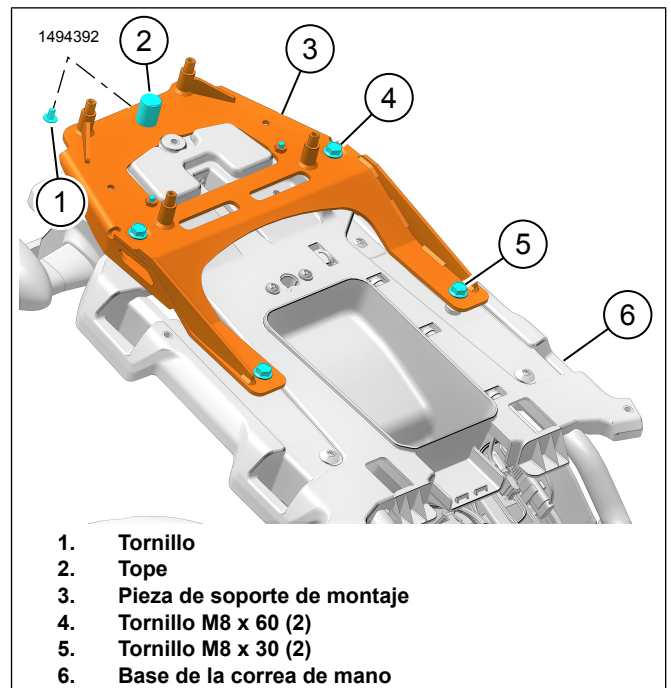

Figura 8. Pieza de soporte del montaje
5. Consulte la Figura 8. Instale el parachoques (2) y el tornillo (1) a la pieza de soporte de montaje (3).
- a. Apriete el tornillo (1).
7. Consulte la Figura 8. Instale la pieza de soporte de montaje (3).
- c. Consulte la Figura 8. Ajuste los tornillos (4, 5).